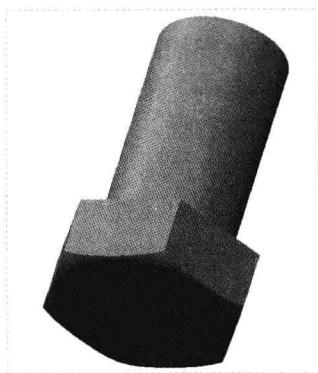

图 5-67 图形文件
Step 01 按【Ctrl+O】组合键，打开图形文件，如图 5-67 所示。